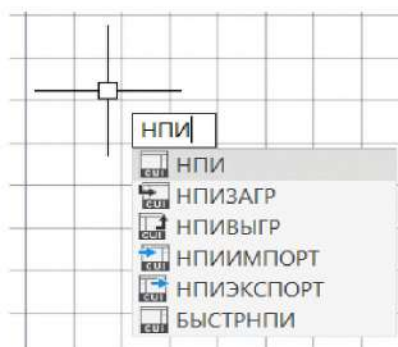

Рисунок 1.33. Переход на панель УАЭПИ через надпись у курсора
3.3. Надписью у курсора «НПИ» (настройка пользовательского интерфейса) (рисунок 1.33).